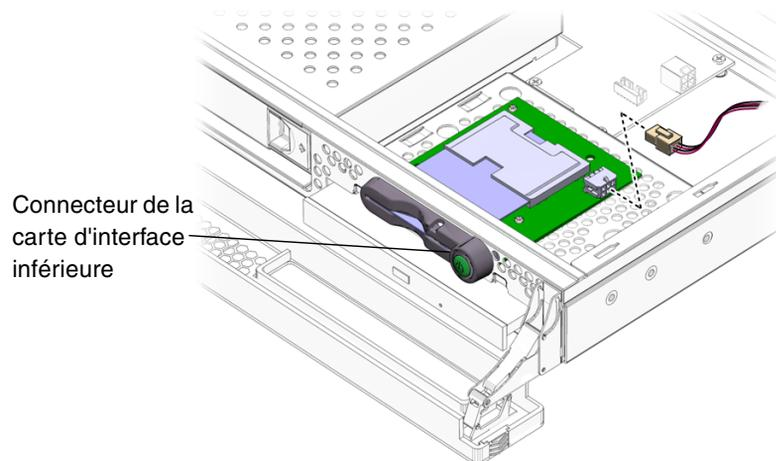

FIGURE 1-8 Emplacement des connecteurs du lecteur de cartes de configuration système
5. Débranchez le câble qui relie le lecteur de cartes de configuration à la carte d'interface inférieure (FIGURE 1-8).